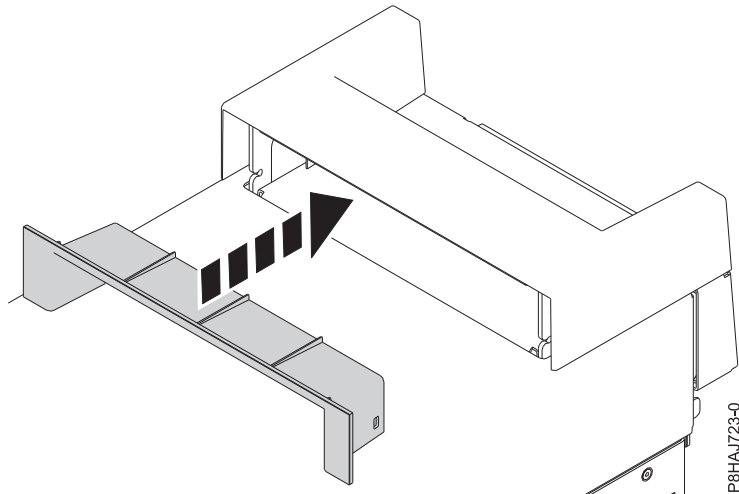

Abbildung 25. Einsetzen des Elements innerhalb der Griffabdeckung bei einem Standalone-System vom Typ 8286-41A
2. Setzen Sie das Element innerhalb der Griffabdeckung ein, indem Sie es fest in die Griffabdeckung drücken (siehe Abb. 25 auf Seite 47).